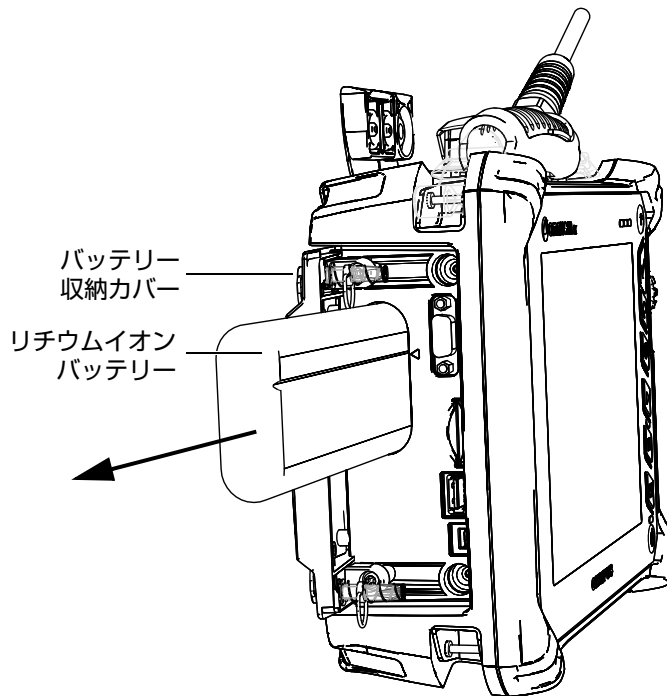

図 3-6 リチウムイオンバッテリーの取外し
2. つまみを引っ張り、バッテリーを取り外します (48ページの図 3-6参照)。